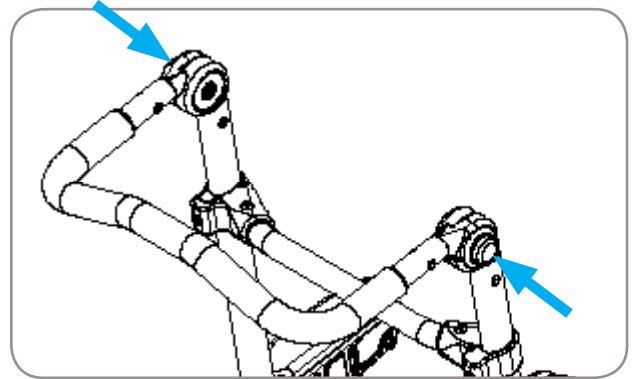

Figura 5
1. Mantenga presionados los botones en el exterior de cada barra de ajuste. Consulte la figura 5.